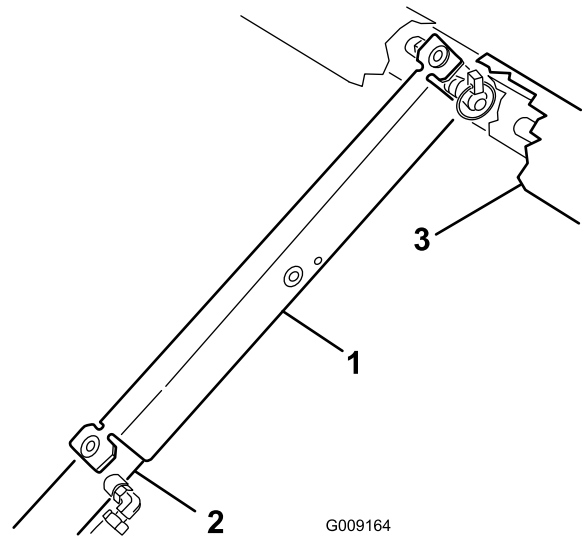

Bild 22
- Schieben Sie die Ladepritschenstütze auf die Zylinderstange. Achten Sie darauf, dass die Endnasen der Stütze auf dem Ende der Zylindertrommel und auf dem Ende der Zylinderstange aufliegen (Bild 22).